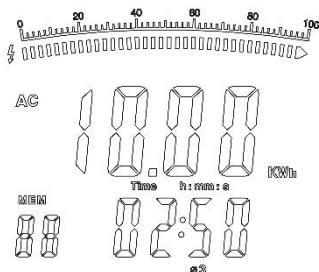

Figura 21
- 4.. Pressione SEL para selecionar uma das 3 fases, veja figura 21.